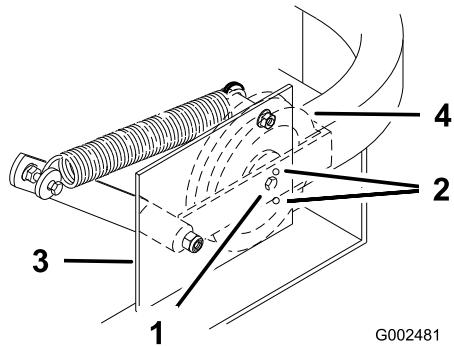

Figure 51
- Important:** Vérifiez que la courroie est bien en place dans les guides avant et arrière (Figure 51).
4. Vérifiez la tension de la courroie. Le boulon central de la poulie de tension rappelée par ressort doit se trouver près du trou d'alignement supérieur de la plaque de support gauche (Figure 51).